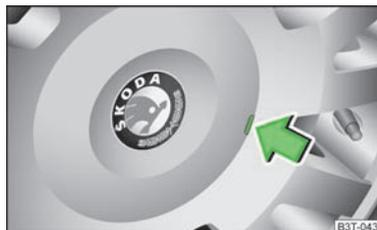

Fig. 126
- Procedendo con prudenza smontare le coppe della ruota utilizzando la staffa in metallo dell'attrezzatura di bordo» fig. 126.